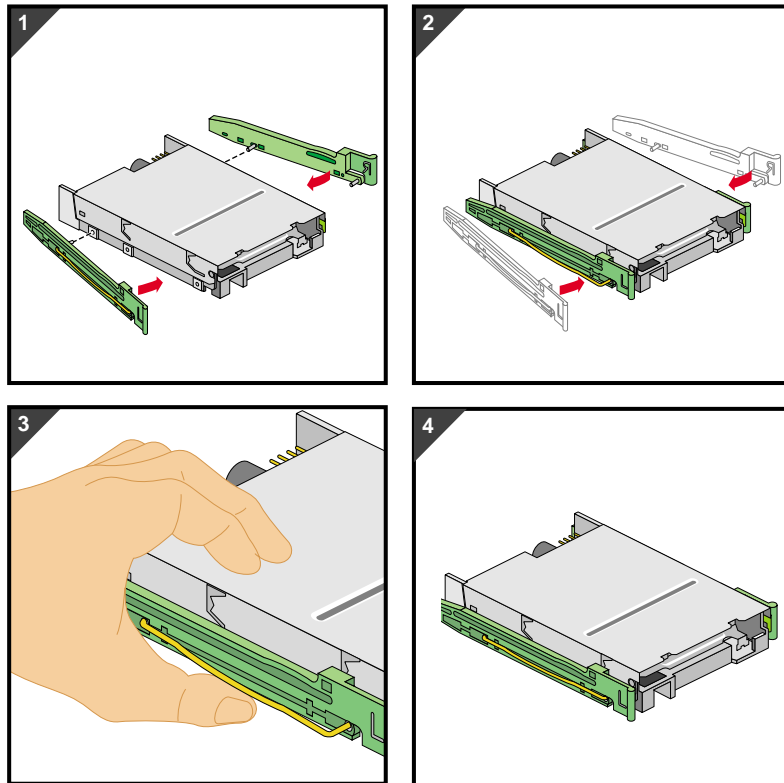

Abbildung 2-13 Montieren von Laufwerkschienen an 3,5-Zoll-Laufwerken
3. Die Laufwerkschienen für 3,5-Zoll-Laufwerke sind nicht untereinander austauschbar. Sie sind mit „R“ bzw. „L“ markiert und müssen an der durch die Markierung angegebenen Seite des Laufwerks montiert werden. Wenn Sie die Schienen am Laufwerk montieren, achten Sie darauf, die mit „L“ markierte Schiene links und die mit „R“ markierte rechts anzubringen (siehe Abbildung 2-13).
4. Wenn Sie eine Laufwerkschiene an einem Laufwerk anbringen wollen, führen Sie ein Ende des Drahtclips der Schiene in die Gewindelöcher am Laufwerk ein. Drücken Sie vorsichtig auf die Mitte der Laufwerkschiene, bis das andere Ende des Drahtclips im entsprechenden Gewindeloch einrastet. Abbildung 2-13 veranschaulicht das Vorgehen.
4. Wenn Sie eine Laufwerkschiene an einem Laufwerk anbringen wollen, führen Sie ein Ende des Drahtclips der Schiene in die Gewindelöcher am Laufwerk ein. Drücken Sie vorsichtig auf die Mitte der Laufwerkschiene, bis das andere Ende des Drahtclips im entsprechenden Gewindeloch einrastet. Achten Sie darauf, dass die Anschlüsse nach außen weisen. Abbildung 2-13 veranschaulicht das Vorgehen.